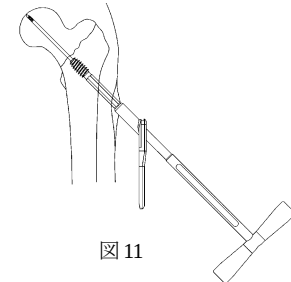

図 11
- ** 10) 小切開による MIS 法を行わない場合は、ラグスクリューとプレートをセットした状態でラグスクリューを挿入していきます。(図 11)